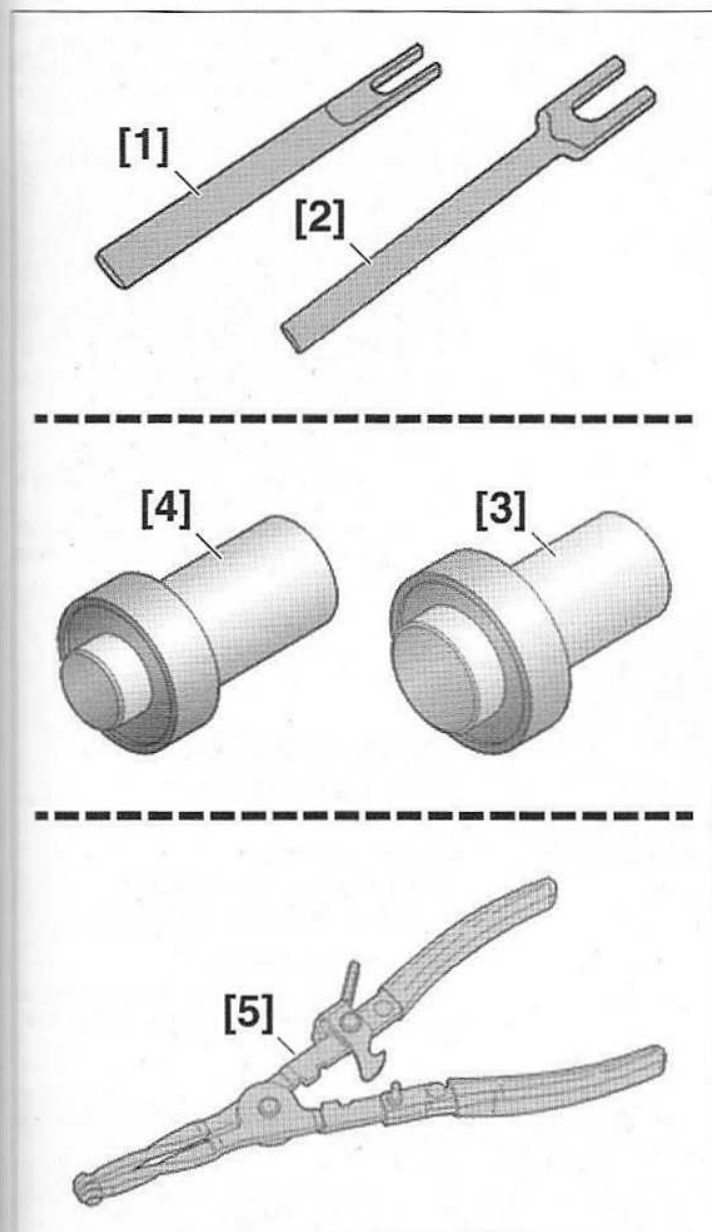

FIG.4
- [1]. Fourchette de dépose des biellettes de commande de boîte de vitesses (référence : 0216-G1) (Fig.4)